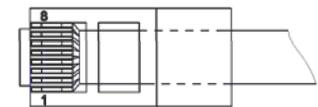

Рис. 3 Обжимка кабеля кат.5е
- Подключить видеокамеры к устройствам защиты УЗЛ-Е («Линия») кабелями UTP кат.5е (обжимка кабелей производится по стандарту TIA/EIA 568В (рис.3)) и УЗП-24 согласно схеме.